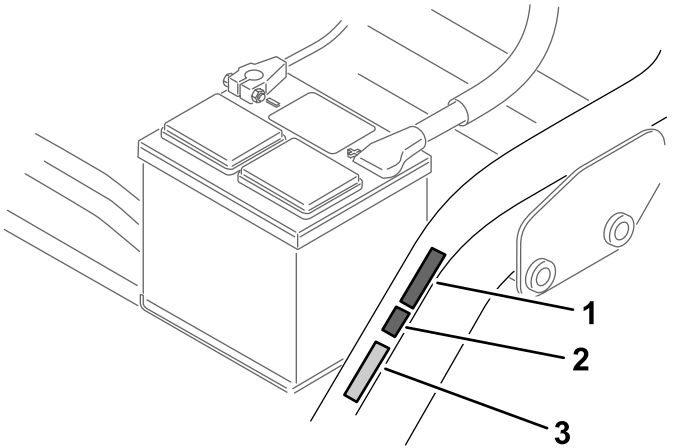

图 14
- 将 CE 标贴粘贴在序列号牌旁边（图 14）。
- 将 CE 生产年份标贴粘贴在 CE 标贴旁边（图 14）。